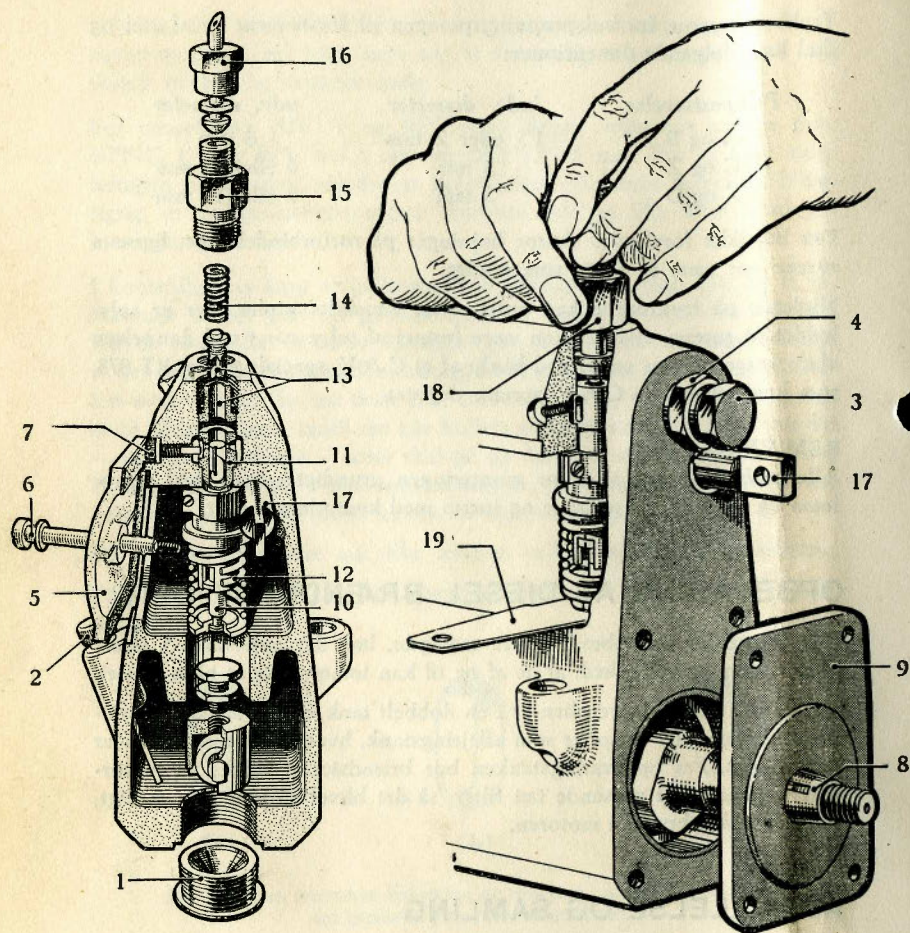

Fig. 15. Adskillelse af BPE indsprøjtningssumpen.
3. Stempellofteholderen (fig. 15/19) indskydes under stempellofterens indstillingsskrue.